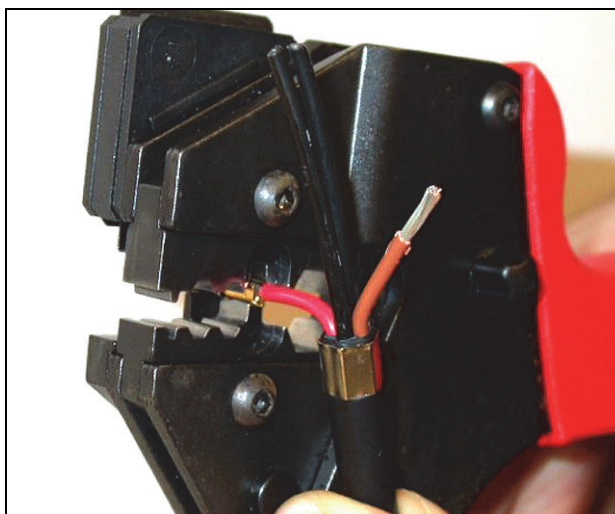

figura 30.14: Crimpatura di un contatto (2)
- 11 Far scorrere uno dei conduttori in rame spelati nell'area di contatto sul contatto della presa e chiudere la pinza per crimpare il contatto della presa sul conduttore di rame (vedere figura 30.14).